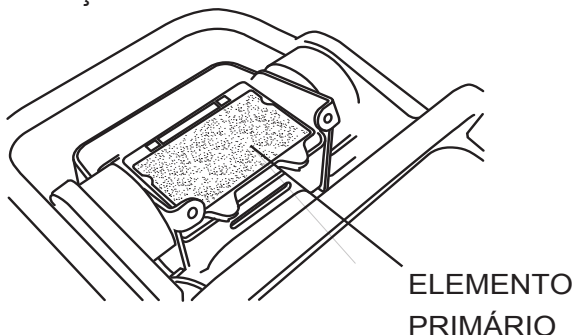

Figura 12. Elemento primário do purificador de ar
- Retire a cobertura do purificador de ar. Afrouxe e retire os 2 parafusos que sustentam a cobertura do conjunto do purificador de ar. Se o elemento primário (Figura 12) estiver sujo, lave-o com gasolina ou querosene. Então mergulhe-o em óleo do motor (SAE10W-30) e depois esprema-o de forma que cerca de 25 a 30 cc do óleo permaneça no elemento.